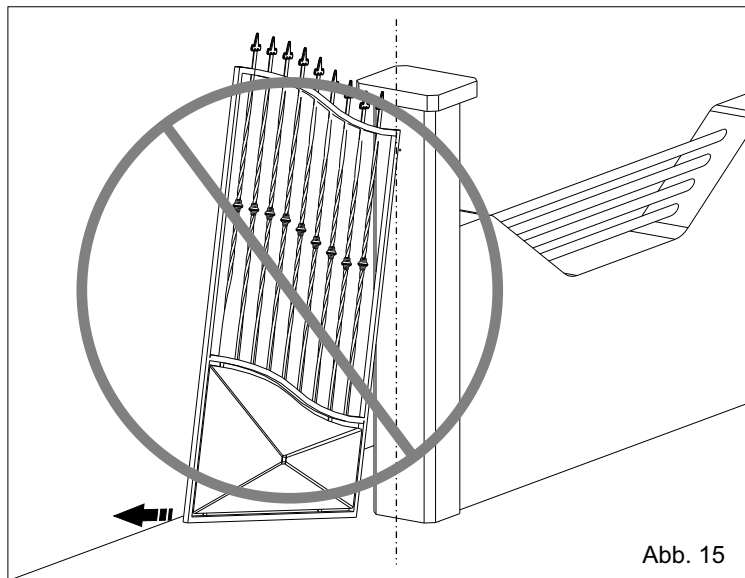
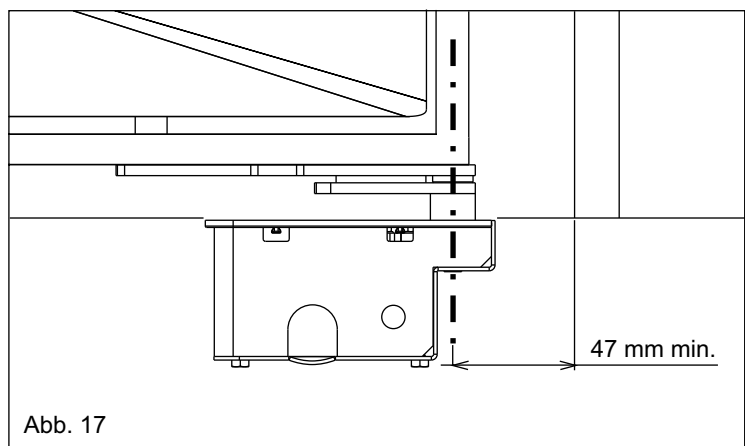

Abb. 15
Abb. 17
3.3. Darauf achten, dass die Flügel nicht außerhalb der Achsen (Abb. 15 und 16) positioniert werden, und so vorgehen dass die Welle mit der Rotationsachse des Scharniers übereinstimmt und berücksichtigen, dass der Mindestabstand von der Säule 47 mm ist (Abb. 17).